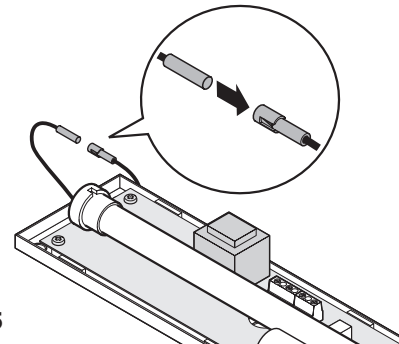

Abb. 5
6. Akkukabel verbinden (Abb. 5).